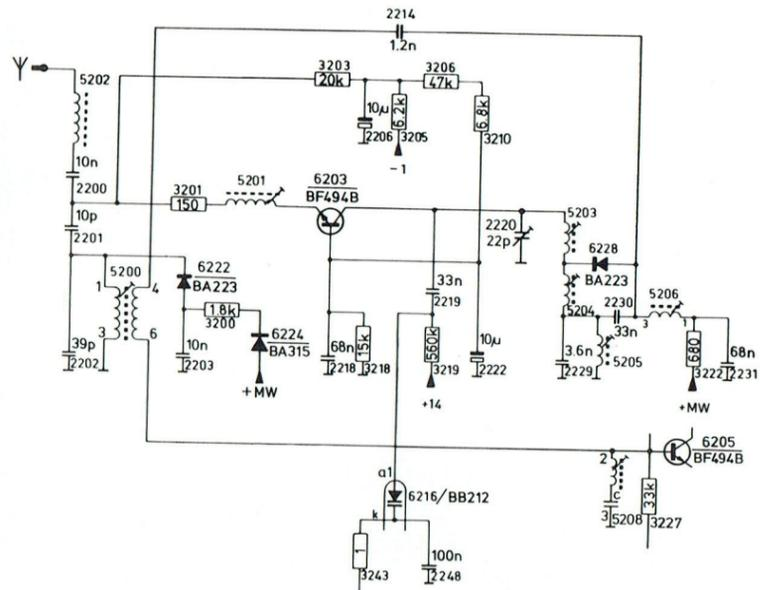

Fig. 13
- en position PO (fig. 13) D6224 en 6222 sont en conduction et C2203 forme un court-circuit. La jonction S5200/C2201/2202 est à la masse. Le signal d'antenne est donc émit à travers S5202, C2200, R3201, S5201 à eTS6203. Le réseau d'antenne est formé de TS6203, C2220, S5203, C2229 et D6216a1,k. Un courant circule dans R3222, S5206, D6228, S5204 du fait de la tension d'alimentation (+ MW2) C2230 est aussi un court-circuit pour les fréquences PO S5204 est donc court-circuité. S5205 n'a d'importance que pour le tracé du courant, de sorte que S5203 est mis à la masse en alternatif à travers le condensateur de couplage de base 2229. Le couplage avec le transistor de mixage TS6205 s'effectue par l'intermédiaire de C2214. Le secondaire de S5200 n'exerce dans ce cas aucune influence.